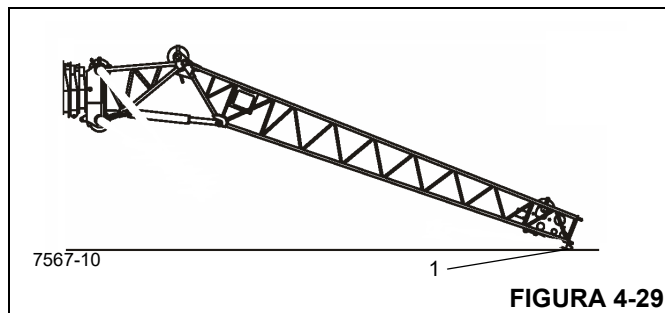

FIGURA 4-29
1. Abaixar a lança até que a extremidade da extensão esteja no solo ou sobre um suporte adequado (1) (Figura 4-29). Se necessário, cancele o fim de curso de elevação.